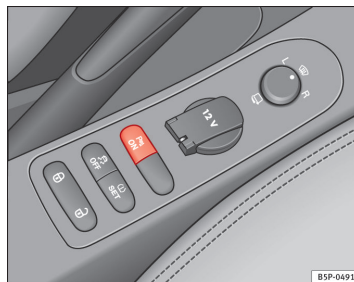

Fig. 130 Midterkonsol: kontakt til parkeringshjælp
- Tryk på kontakten **P** i midterkonsollen ⇒ Fig. 130 eller i skifte-kulissen. Der lyder et kort signal, og lysdioden i kontakten lyser.